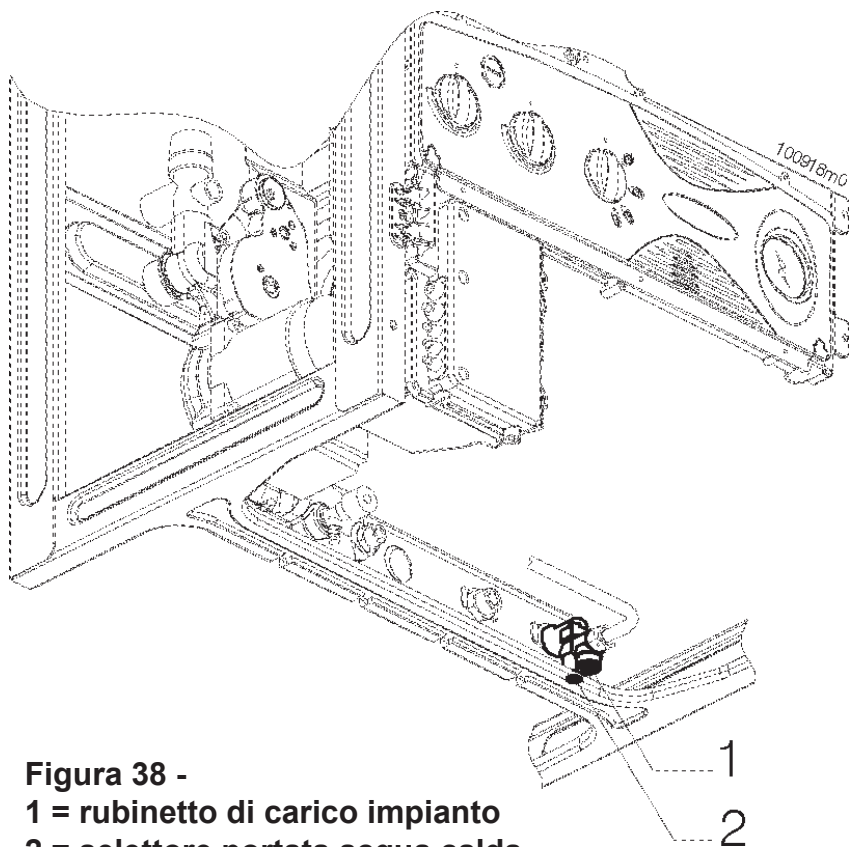

Figura 38 -
- se la temperatura dell'acqua è troppo fredda occorre ridurre la portata dell'acqua attraverso il selettore "2" (vedi figura 38) fino al raggiungimento della temperatura desiderata.